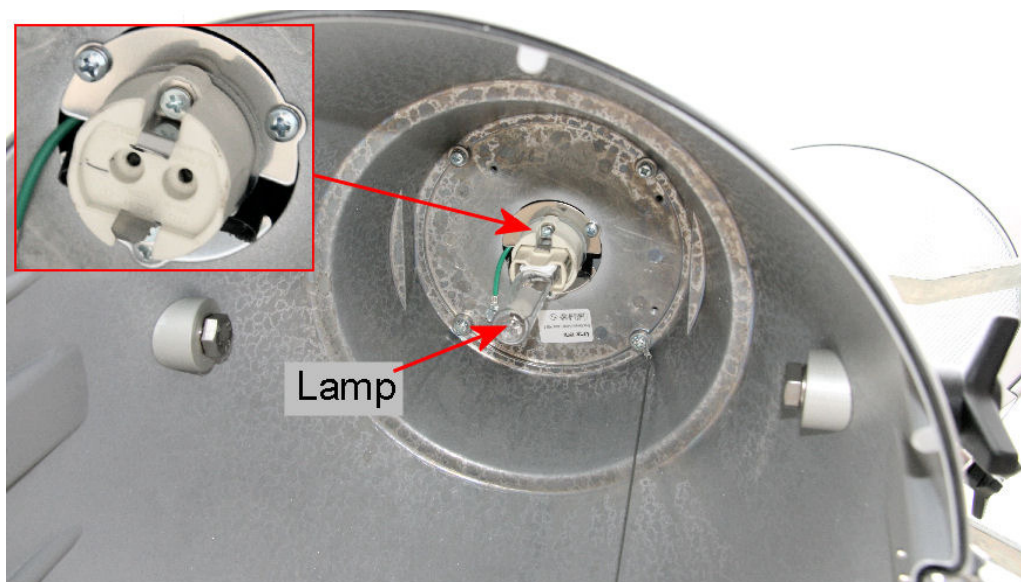

Bild 3-3 Glühlampe und Fassung
2. Lösen Sie die Glühlampe aus der Fassung (Bild 3-3).